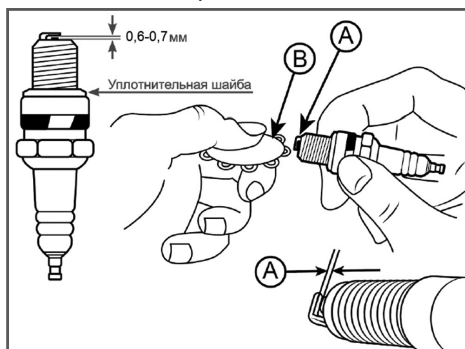

Рис. 12 Проверка зазора между электродами
4. Измерьте зазор между электродами свечи зажигания специальным щупом. Зазор должен быть 0,6-0,7 мм (Рис. 12). При увеличении или уменьшении требуемого зазора рекомендуется заменить свечу, так как регулировка зазора может привести к изменению качества искрообразования.